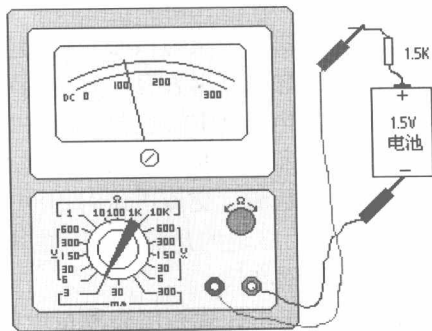

图 1-5 测量直流电流
步骤② 把万用表串联接入电路中, 观察标有直流符号“DC”的刻度线, 如电流量程选在 3mA 档, 这时应把表面刻度线上 300 的数字去掉两个“0”, 看成 3, 同样把 200、100 看成是 2、1, 这样就可以读出被测电流数值, 如图 1-5 所示。